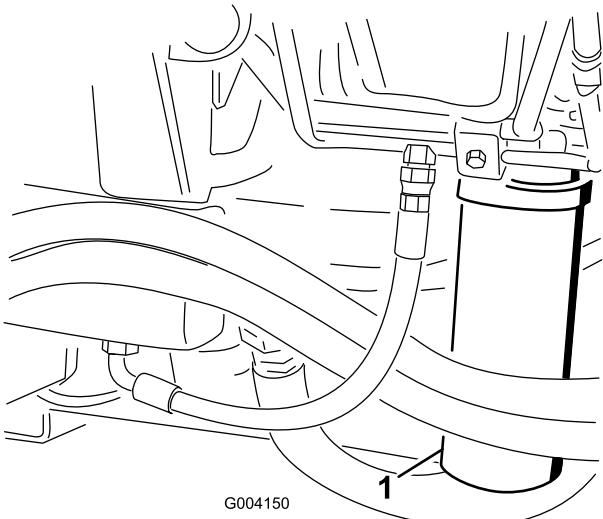

図 72
2. フィルタ取り付け部付近をきれいに拭い、下にオイル回収容器を置く図71と図72。